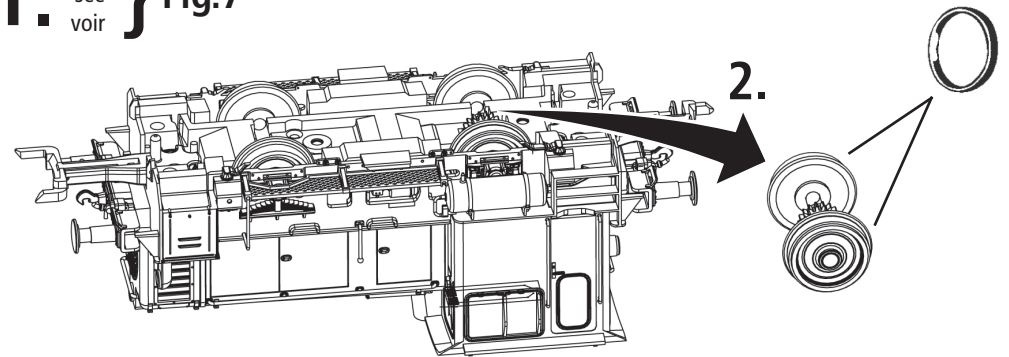

Fig. 8
3. Haftreifenwechsel: Zuerst den Getriebedeckel abnehmen (Fig. 7). Danach den **Radsatz** herausnehmen (Fig. 8) und die **Haftreifen** mit einer Nadel od. mit einem feinen Schraubendreher abziehen. Beim Aufziehen der neuen Haftreifen darauf achten, dass diese sich nicht verdrehen.
3. Change of traction tyre: Remove the gear cover (fig. 7). Take out **wheel set** and remove **traction tyre** using a pin or a fine screwdriver (fig. 8). When pressing on the new traction tyre please **avoid twisting it**.